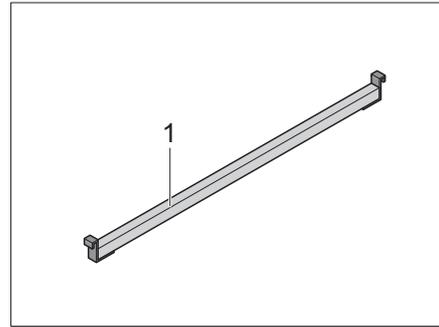
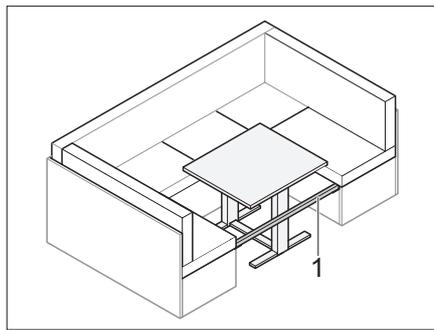

Fig. 68 Barrette supplémentaire
Fig. 69 Barrette encastrée
- Insérer la barrette supplémentaire (Fig. 68,1) entre les banquettes (Fig. 69).